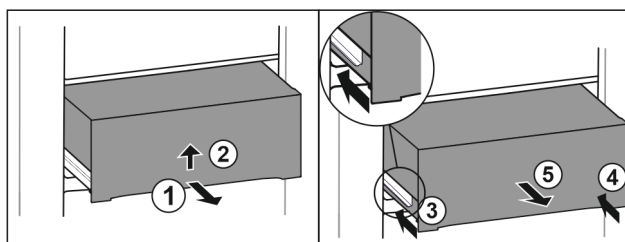

Fig. 42
- ▶ 将抽屉拉出一半。 Fig. 42 (1)
- ▶ 从底部抬起抽屉。 Fig. 42 (2)
- ▶ 推入左侧轨道。 Fig. 42 (3)
- ▶ 推入右侧轨道。 Fig. 42 (4)
- ▶ 朝前取出抽屉。 Fig. 42 (5)